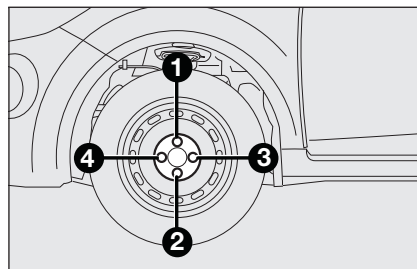

fig. 8
- ☐ serrer à fond les boulons, en passant alternativement d'un boulon à celui diamétralement opposé, suivant l'ordre indiqué sur la fig. 8.
- ☐ en se servant de la clé fournie, serrer à fond les boulons selon l'ordre indiqué fig. 8 ;